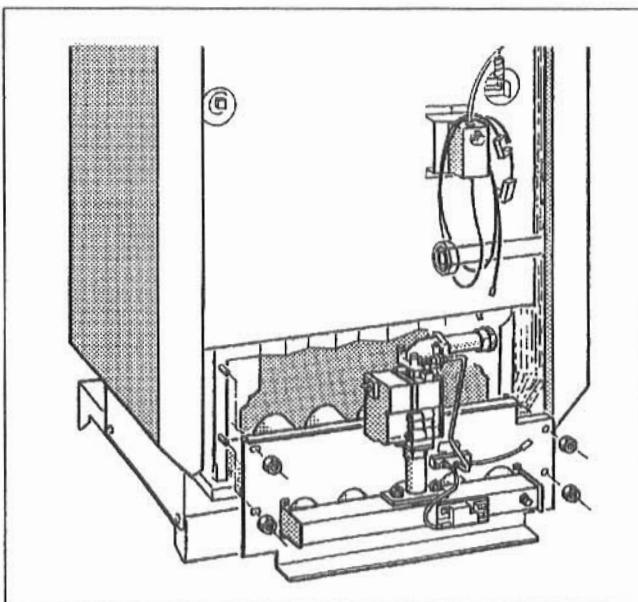

Fig. 30: Se demontează arzătorul de gaz.
- Piulițele de fixare de la plăcuța arzătorului se desfac și se scoatea afară arzătorul cu gaz (Fig. 30).